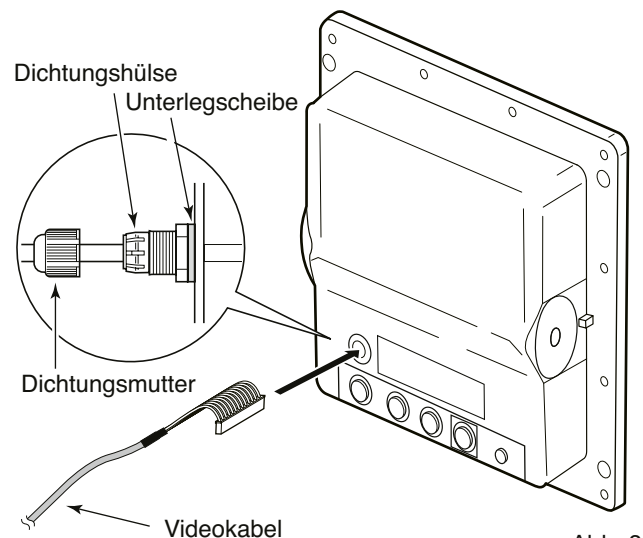

Abb. 2
4. Das Videokabel durch die Öffnung führen und Dichtungshülse einschrauben. (Abb. 2)